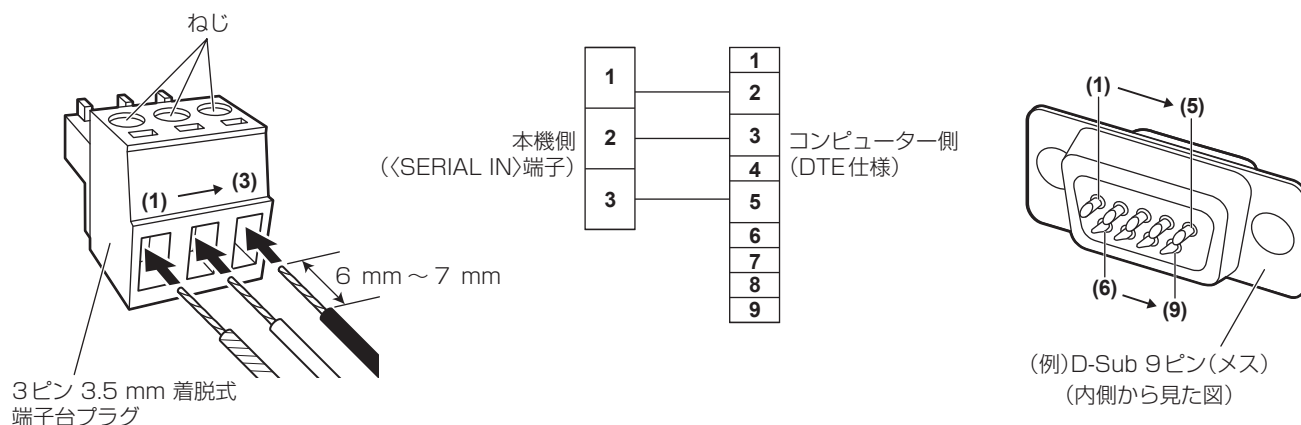

図 1
1) 付属の 3 ピン 3.5 mm 着脱式端子台プラグにリード線を挿入する (図 1)
3) リード線のもう一方を、D-Sub 9 ピン (メス) のコネクタの対応するピンに接続する (図 1)